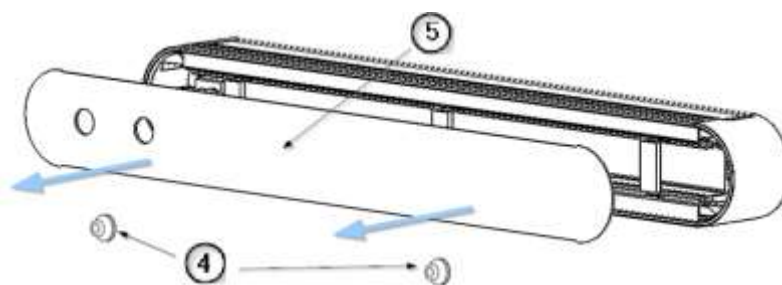

Abb. 4 Entfernen der Frontplatte
- Entfernen Sie die Schrauben M4 x 8 DIN 7505 (3), mit denen die Clip-Laschen der Frontblende (2) befestigt sind. Die Halterung (1) ist an der Frontblende befestigt.
- Entfernen Sie die Frontabdeckung (5) mit Hilfe von zwei Saugnäpfen (4), wie in Abbildung 4 dargestellt, um die im Gerät vorinstallierten Gasanschlüsse freizulegen.